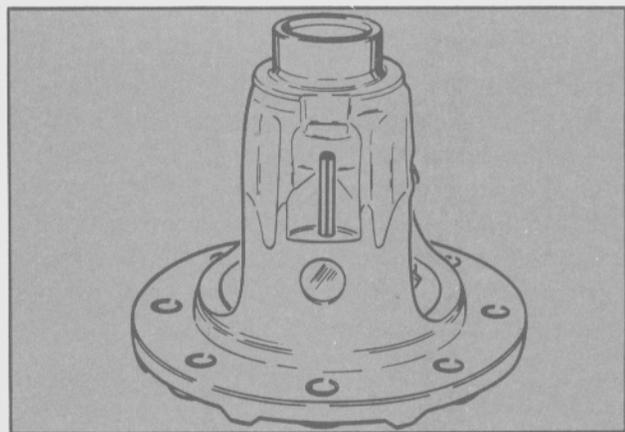

Fig. 30 - Colocación del seguro.
- Asegurar el eje de los engranajes satélites con el seguro cilíndrico (Fig. 30).